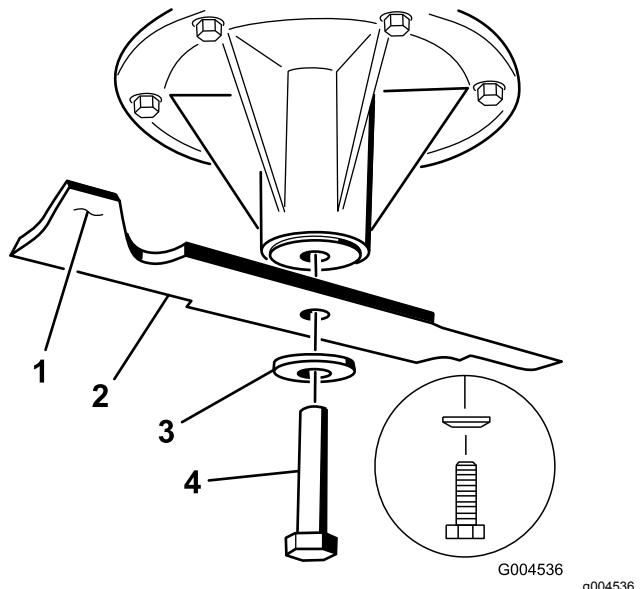

Figura 83
2. Togliete il bullone, la rondella curva e la lama dall'asse del fusello (Figura 83).
- Se la lama non è bilanciata, limate del metallo soltanto dalla costa (Figura 83).